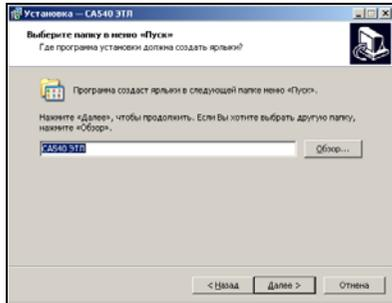

Рисунок 8.3
3) Определить место размещения ярлыков программы в меню "Пуск", для чего в окне (рисунок 8.3) следует либо согласиться с предлагаемой по умолчанию папкой, либо выбрать другой вариант, щелкнув по кнопке **Обзор**. Для продолжения выполнения установки программы щелкнуть по кнопке **Далее**.